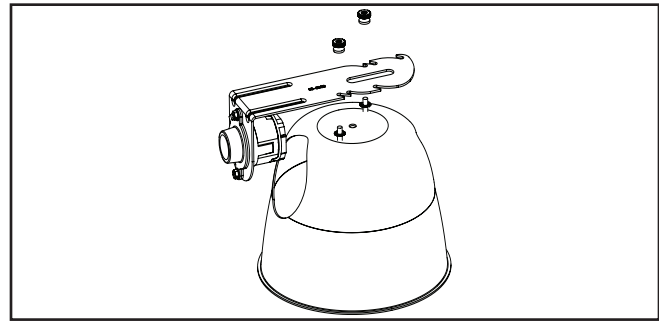

Figura 3.
1. Una la moldura a la unidad del portalámpara con (2) tuercas mariposa. La arandela de seguridad debe colocarse entre el reflector y la unidad del portalámpara. (Figura 3.)